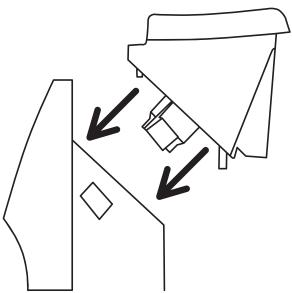

Рис. 4
- Вставьте разъем электроподключения («папа») на блоке управления в соответствующий разъем («мама») на конвекторе. Обратите внимание, что он может быть установлен только в одном положении, когда специальная защелка находится справа. Убедитесь, что соединение надежно и разъем блока управления полностью закреплен в конвекторе. Если разъем вставлен до конца, то должен раздаться щелчок (рис. 4).